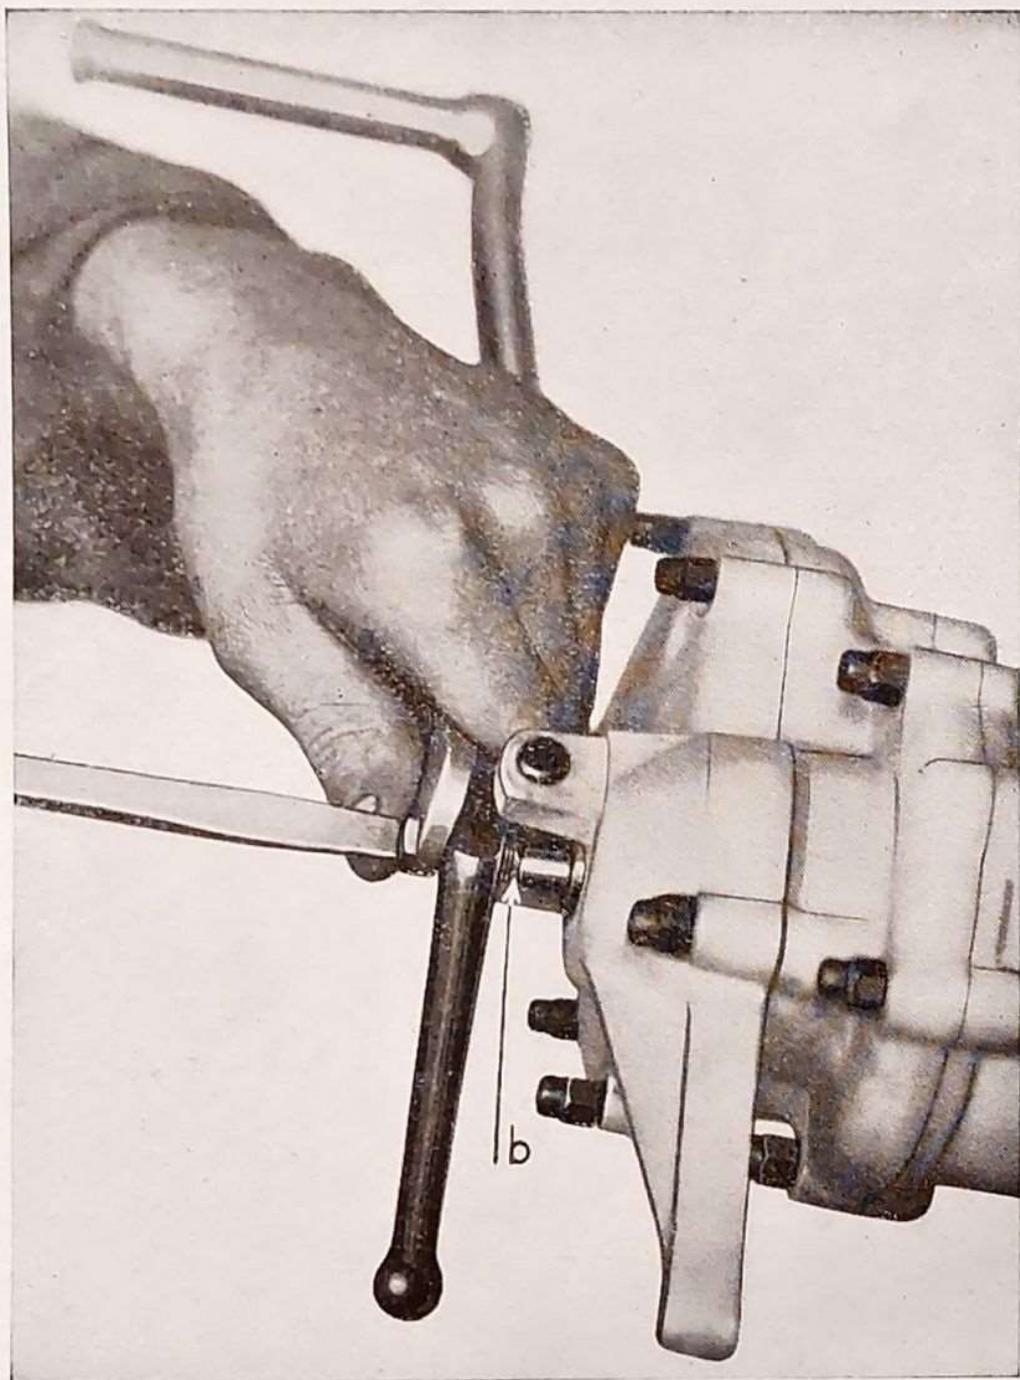

Fig. 23
c) Insufficienza di gioco fra l'astina centrale e la vite di registro (v. fig. 23). Il gioco nel punto *b* deve essere di circa 0,5 mm.; occorre quindi registrare assicurandosi inoltre che il cavo abbia la giusta tensione.